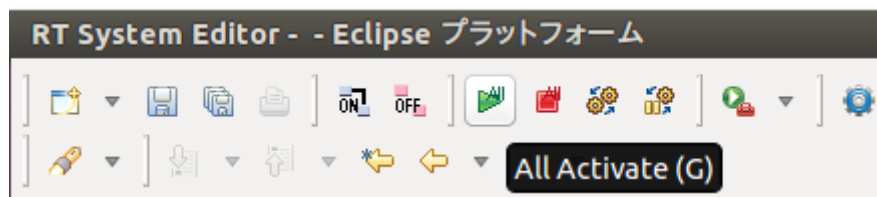

図 23 Activate
- ④以上のことが確認できたら Activate で実行する (図 23)。このとき、
ManipulatorControlSample を先に Activate するとエラーとなるので、必ず同時に Activate するか、CranepiusRTC を先に Activate してから ManipulatorControlSample を Activate する。CRANE+RTCsActivate.sh を実行するか、図 23 のように eclipse で All Activate する。